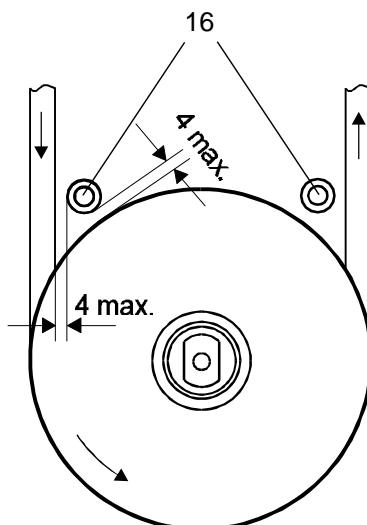

Fig. 6.9
- Avvitare provvisoriamente la parte inferiore del carterino (1) allo scudo A del motore mediante due viti (2).
- Allentare e spingere verso l'esterno le due protezioni antiscivolo (8) e le due protezioni d'entrata (16) della cinghia.
- Inserire la linguetta (3) nella scanalatura dell'albero motore (4).
- Inserire la puleggia (5) sull'albero motore (4), in modo tale che la linguetta (3) entri nella scanalatura elastica del foro della puleggia stessa.
- Fissare con il dado (6) la puleggia (5) in modo assiale sull'albero motore.
- Bloccare il dado (6) serrando la vite di bloccaggio (7).
- Applicare una cinghia di apposita lunghezza e serrare a fondo la vite (9) della sospensione motore (11).
- Allineare la parte inferiore del carterino (1) nel senso di scorrimento della cinghia e bloccarla con le viti (2).
- Spingere la protezione antiscivolo (8) della cinghia nel senso della puleggia (distanza max 3 mm) e bloccarla.
- Spostare verso l'interno la protezione d'entrata della cinghia (16) sul lato d'entrata della cinghia, finchè la distanza tra il cilindretto di sicurezza e la puleggia, nonché la distanza tra il cilindretto di sicurezza e la cinghia non superino 4 mm (vedere fig. 6.9).